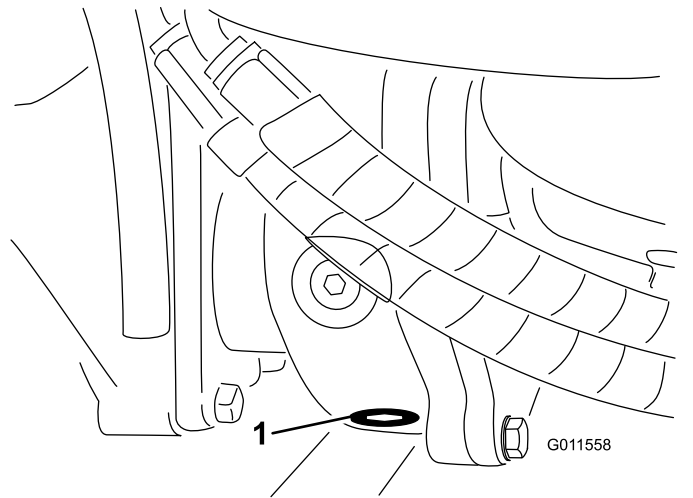

Figura 92
5. Limpe a zona em redor do tampão de escoamento no fundo da caixa de engrenagens (**Figura 92**).